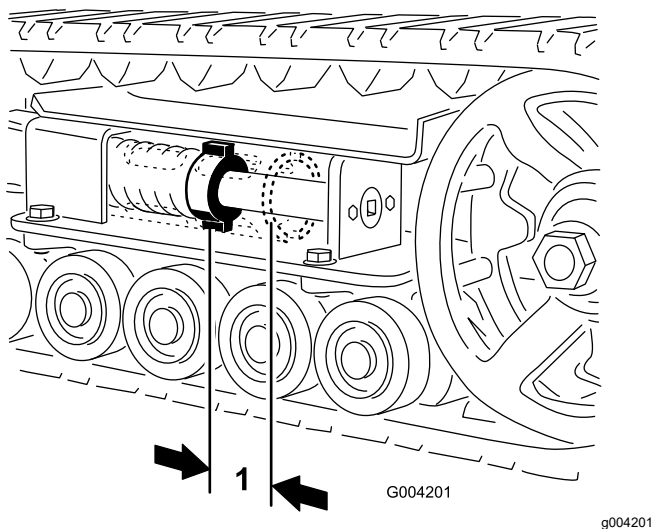

Figure 48
L'écrou de tension et l'arrière du tube de tension doivent être distants de 7 cm ($2\frac{3}{4}$ po) (Figure 48). Si ce n'est pas le cas, réglez la tension des chenilles comme suit :
5. À l'aide d'une clé à douille de 13 mm ($\frac{1}{2}$ po), tournez la vis de tension dans le sens antihoraire jusqu'à obtention d'un espacement de 7 cm ($2\frac{3}{4}$ po) entre l'écrou de tension et l'arrière du tube de tension (Figure 48).
12. Tournez la vis de tension dans le sens antihoraire jusqu'à obtention d'un écartement de 7 cm (2¾ po) entre l'écrou de tension et l'arrière du tube de tension (Figure 48).
18. Tournez la vis de tension dans le sens antihoraire jusqu'à obtention d'un écartement de 7 cm (2¾ po) entre l'écrou de tension et l'arrière du tube de tension (**Figure 48**).